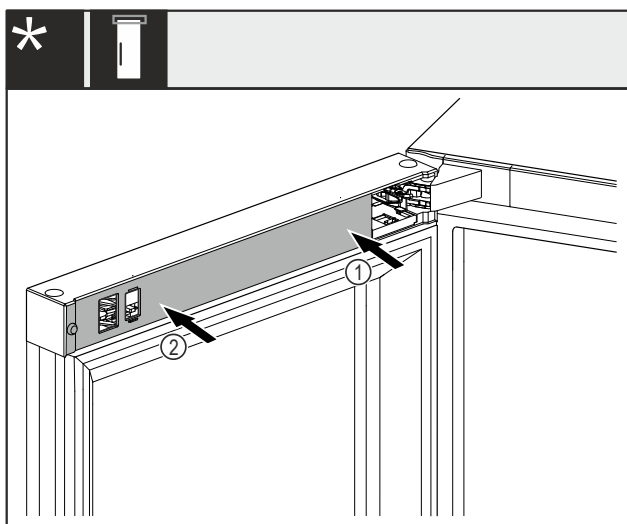

Fig. 48 *
- ▶ Nasadte kryt Fig. 48 (1) nejprve na stranu stojanu ložiska a zaklapněte jej.*
- ▶ Nasadte kryt Fig. 48 (2) na vnější stranu a zaklapněte jej.*